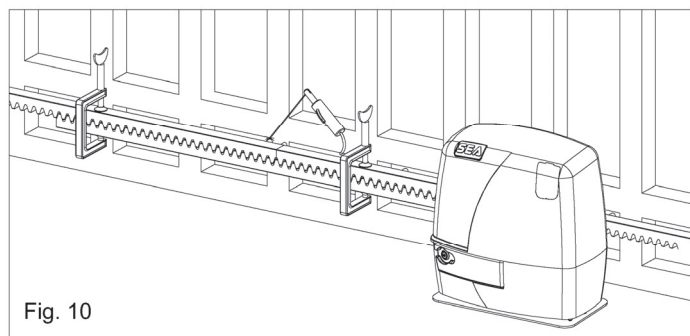

Fig. 10
5.4. 检查所有齿条是否成一直线并位置正确（齿条间间隙）。固定下一段齿条时使用另一段齿条按（图10）操作确保正确啮合。